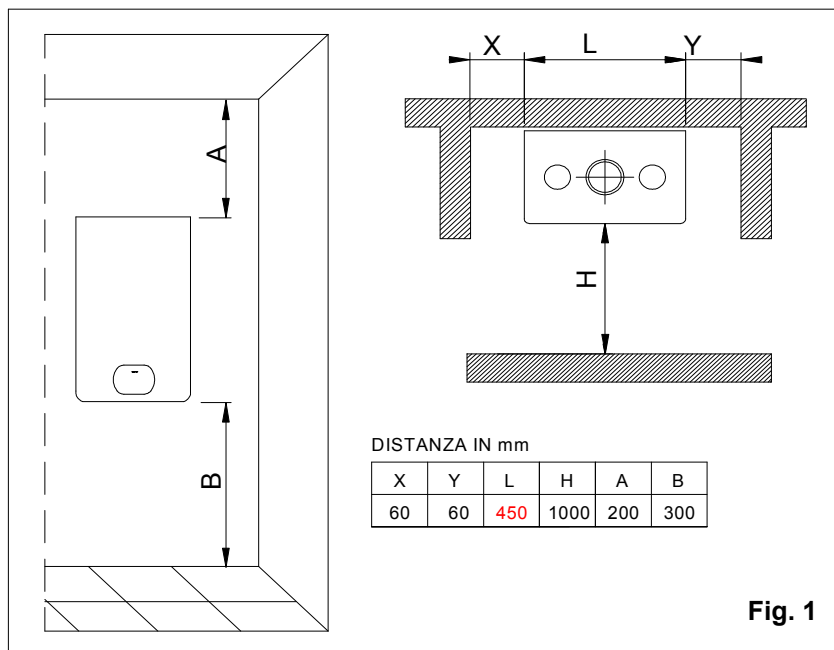

Fig. 1
A. adagiare (fig. 1) la caldaia imballata sul pavimento facendo attenzione che la freccia altoverso sia rivolta verso il basso e staccare le grappe aprendo le quattro alette della scatola verso l'esterno.